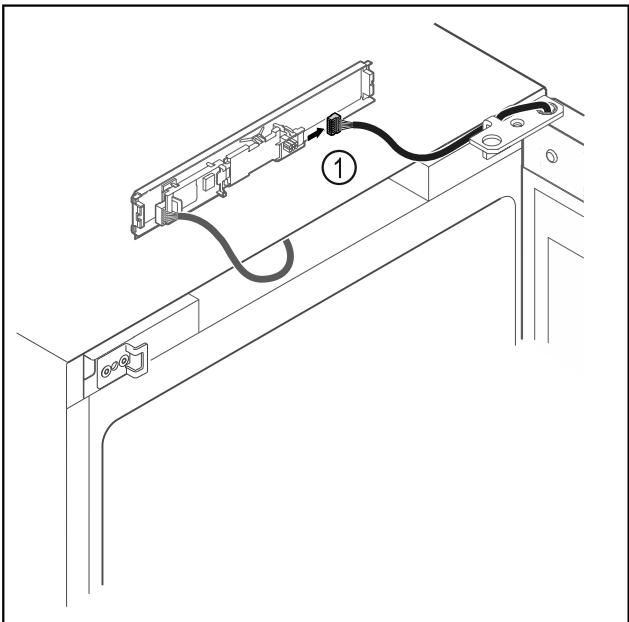

Fig. 7
► Stecker Fig. 7 (1) von Platine abstecken.